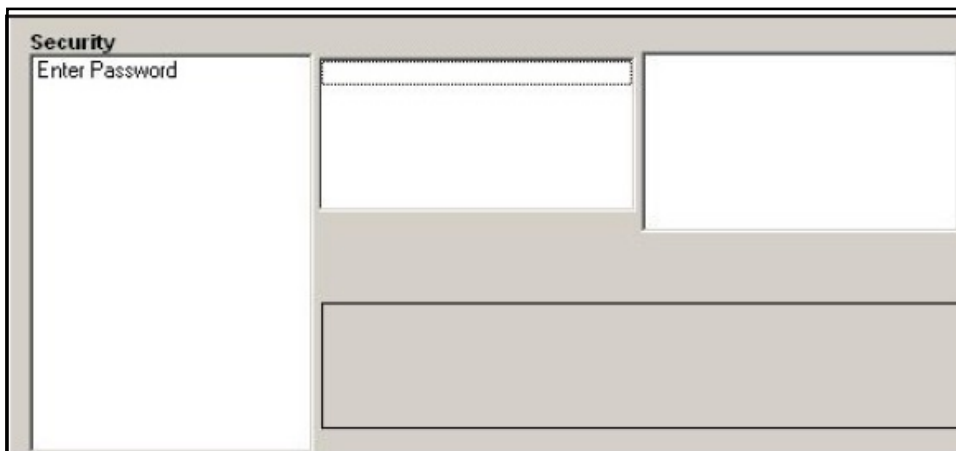

Figura 47: Janela Password (Senha)
2. Se o sistema estiver bloqueado, a janela será semelhante à Figura 47 abaixo.